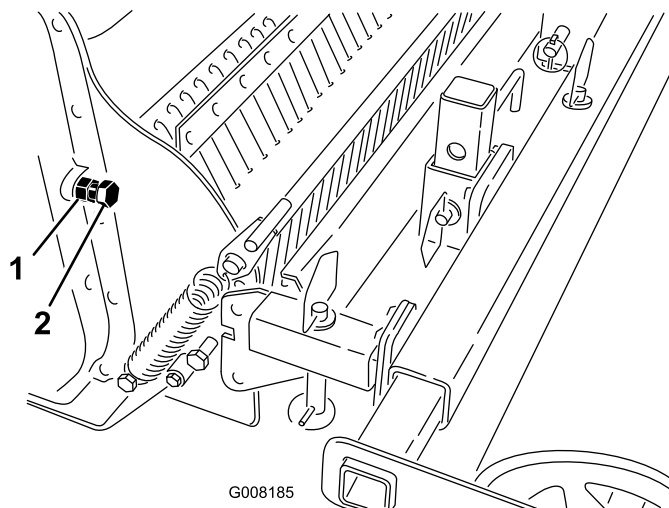

Figure 11
3. Serrez la vis à la main jusqu'à ce que vous sentiez une résistance (Figure 11).
2. Desserrez l'écrou de blocage sur la vis de réglage de la chaîne (Figure 11).